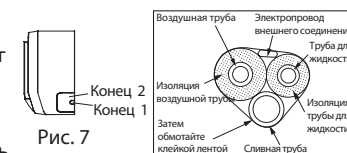

Рис. 7
1. При проводке труб и проводов с левой или правой стороны внутреннего блока, при необходимости, обрежьте концы рамы (см. Рис.7) Обрежьте конец 1, если проводите только кабеля; Обрежьте концы 1 и 2, если проводите и трубы, и кабели.